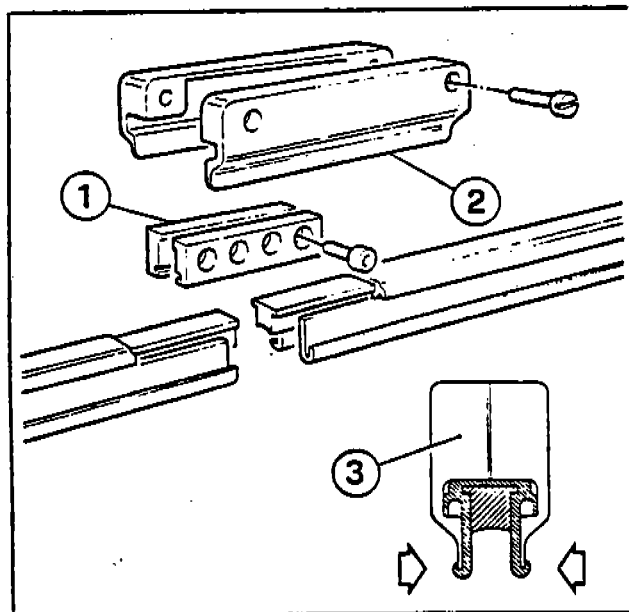

Fig. 26
Insert the edge of the insulating cover (2-Fig. 26) into the catch on the insulating protection edge, to insure the proper spacing of the internal channel (3-Fig. 26).
c) Collegare tra loro i settori conduttura elettrica tramite il morsetto (1-Fig. 26) e coprire il morsetto con protezione isolante (2-Fig. 26).
Inserire lo spigolo protezione (2-Fig. 26) nel bordino isolamento sbarra (3-Fig. 26). Evitando così il disallineamento dell'isolamento sbarra nella giuntura.